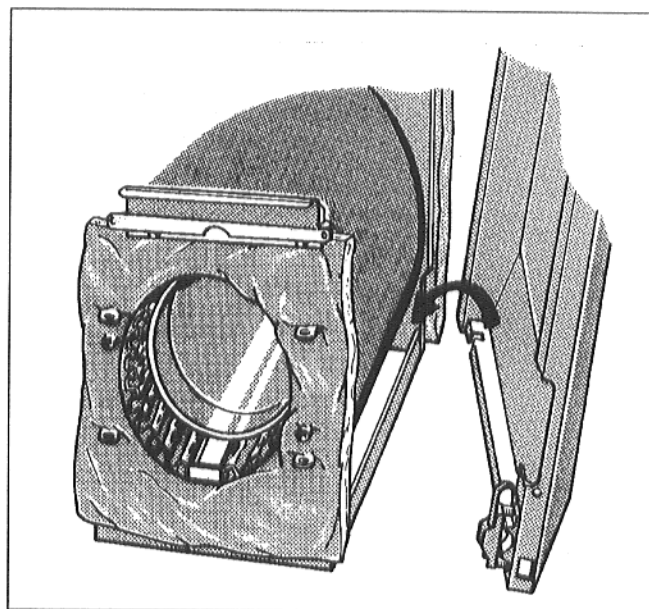

Fig. 11
- Insérer les rebords inférieurs des panneaux latéraux droite et gauche dans la cornière inférieure du châssis de la chaudière (Fig. 11).